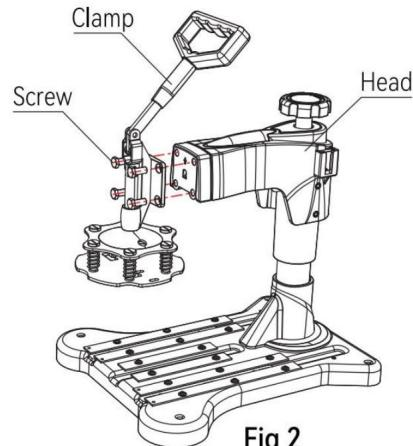

Fig 2
2. Steek de vier schroeven door de snelklem en de adapter, schroef ze vervolgens stevig vast aan de machinekop en gebruik een sleutel om de schroeven vast te zetten (zoals weergegeven in afbeelding 2).